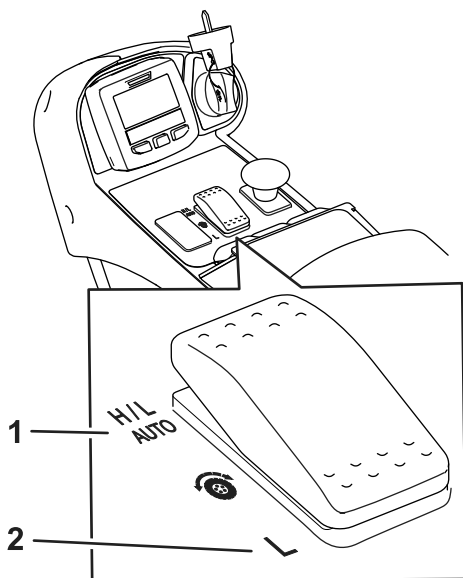
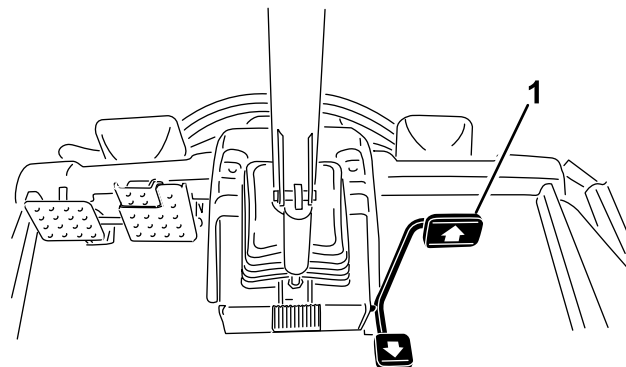

Рисунок 25
Рисунок 26
- В нормальных рабочих условиях машину следует эксплуатировать при положении переключателя диапазона скоростей H/L AUTO (ВЫС./НИЗК. – АВТОМ. РЕЖ.) (Рисунок 25). Это положение позволяет машине автоматически переключаться между диапазонами низких и высоких скоростей в зависимости от ее применения для скашивания или транспортировки.
- При выборе положения переключателя диапазона скоростей Low (Низкий) (Рисунок 25) машина всегда будет работать в диапазоне низких скоростей. Эту настройку предпочтительно использовать в мастерской, при погрузке на прицеп и выгрузке с прицепа, при движении вверх по крутым склонам или при любых других операциях, когда нежелательно применять более высокие значения скорости тягового привода диапазона высоких скоростей.
Данная машина имеет 2 диапазона скоростей тягового привода: низкий и высокий. Можно выбрать перечисленные ниже положения переключателя диапазона скоростей (Рисунок 25).
Эта функция позволяет установить максимальную скорость машины при нажатии педали до упора вперед (Рисунок 26). Отдельно можно установить максимальные значения скорости для диапазонов низких и высоких скоростей (Рисунок 25).